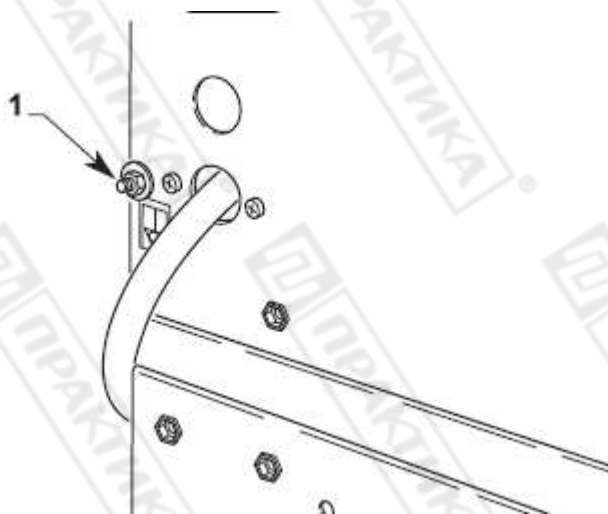

Рисунок 11.
Подключение к системе выравнивания потенциалов (Рис. 11). Устройство должно быть включено в систему выравнивания потенциалов, эффективность которой должна быть проверена в соответствии с действующими нормами. Подключение должно быть выполнено каскадно между различными компонентами печи, используя винт (1), расположенный на задней части печи.